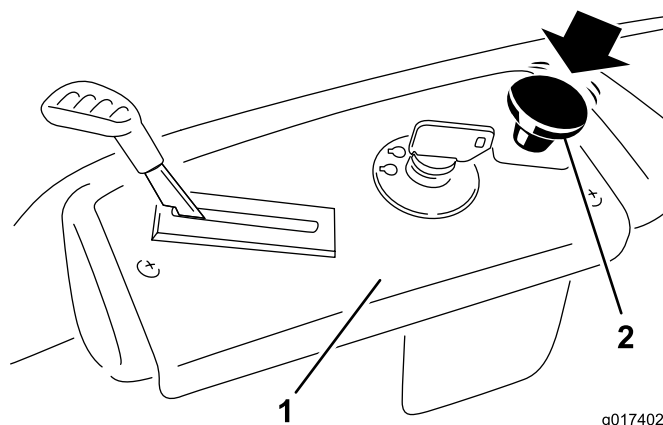

Figura 11
- Desengate as lâminas movendo o interruptor de controlo da lâmina para Off (Figura 11)